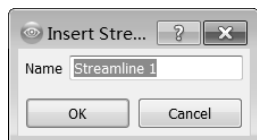

图 17-71 创建流迹线
Step2 在工具栏中单击  按钮，在弹出的如图 17-71 所示的对话框中保持名称默认，单击 OK 按钮。